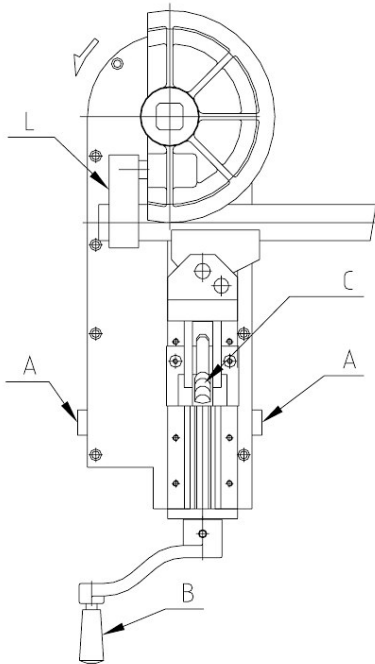

Abb. 24: Platzieren des Rohres
Schritt 5: Drücken Sie den Hebel C (Abb. 24) nach vorne.
Schritt 6: Bringen Sie den Gegenformer durch Drehen der Handkurbel B (Abb. 24) näher an den Former heran. Führen Sie den Vorgang durch bis nur noch ein Spalt zum Einlegen für das zu biegender Rohr vorhanden ist.
Schritt 7: Platzieren Sie das Rohr wie angezeigt in dem Rohrführungsbereich des Sicherungsringes L (Abb. 24) und in den Former-Kegel hinein.
Schritt 9: Drücken Sie gleichzeitig die ZWEI-HAND-Start Tasten A (Abb. 24) bis zum Ende des Biegezyklus. Durch das Gedrückthalten der beiden ZWEI-HAND-Start Tasten für einige Sekunden, wird die Maschine automatisch bis kurz vor ihre Startposition zurückkehren.
Schritt 10: Setzen Sie das gebogene Rohr frei. Führen Sie danach den Gegenformer in die Startposition zurück durch den Gebrauch des Hebels C (Abb. 24).